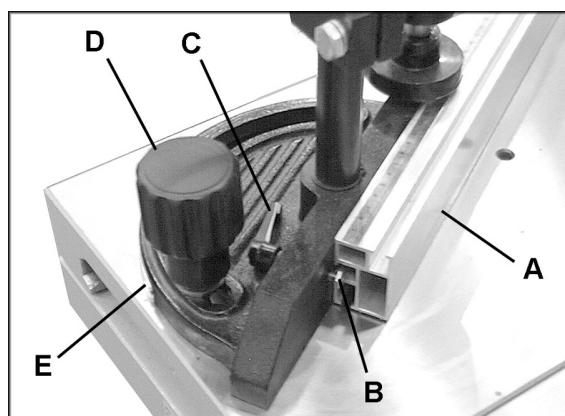

Рисунок 12
1. Продвните угловой упор (A, рис. 12) через две квадратные гайки (B, рис. 12), которые прикреплены к резьбовой части фиксирующих ручек (C, рис. 12).
2. Чтобы передвигать угловой упор влево-вправо, ослабьте фиксирующие ручки (C, рис. 12), продвните упор (A, рис. 12) в требуемое положение и затяните фиксирующие ручки (C, рис. 12). Чтобы изменить угол упора, ослабьте фиксирующую рукоятку (D, рис. 12) и поверните узел. Шкала (Е, рис. 12)